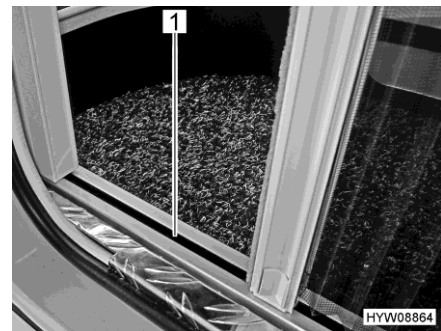

Bild 38 Insektsskydd (nedre ledning)
- ▷ Ta tag i listen med båda händer när du stänger och öppnar. Det minskar risken att insektsskyddet låser sig i ledningarna (Bild 38,1).